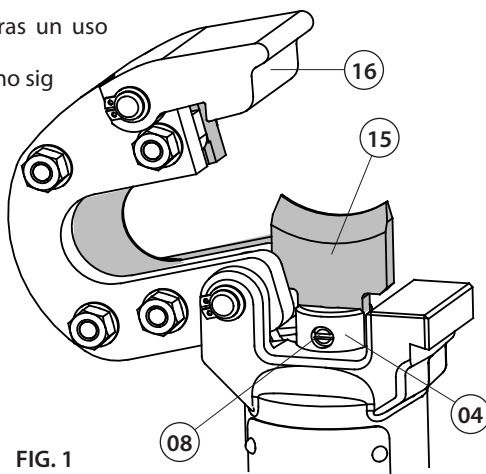

FIG. 1
4. CAMBIO DE LAS CUCHILLAS (Ref. a Fig. 1 y 2)